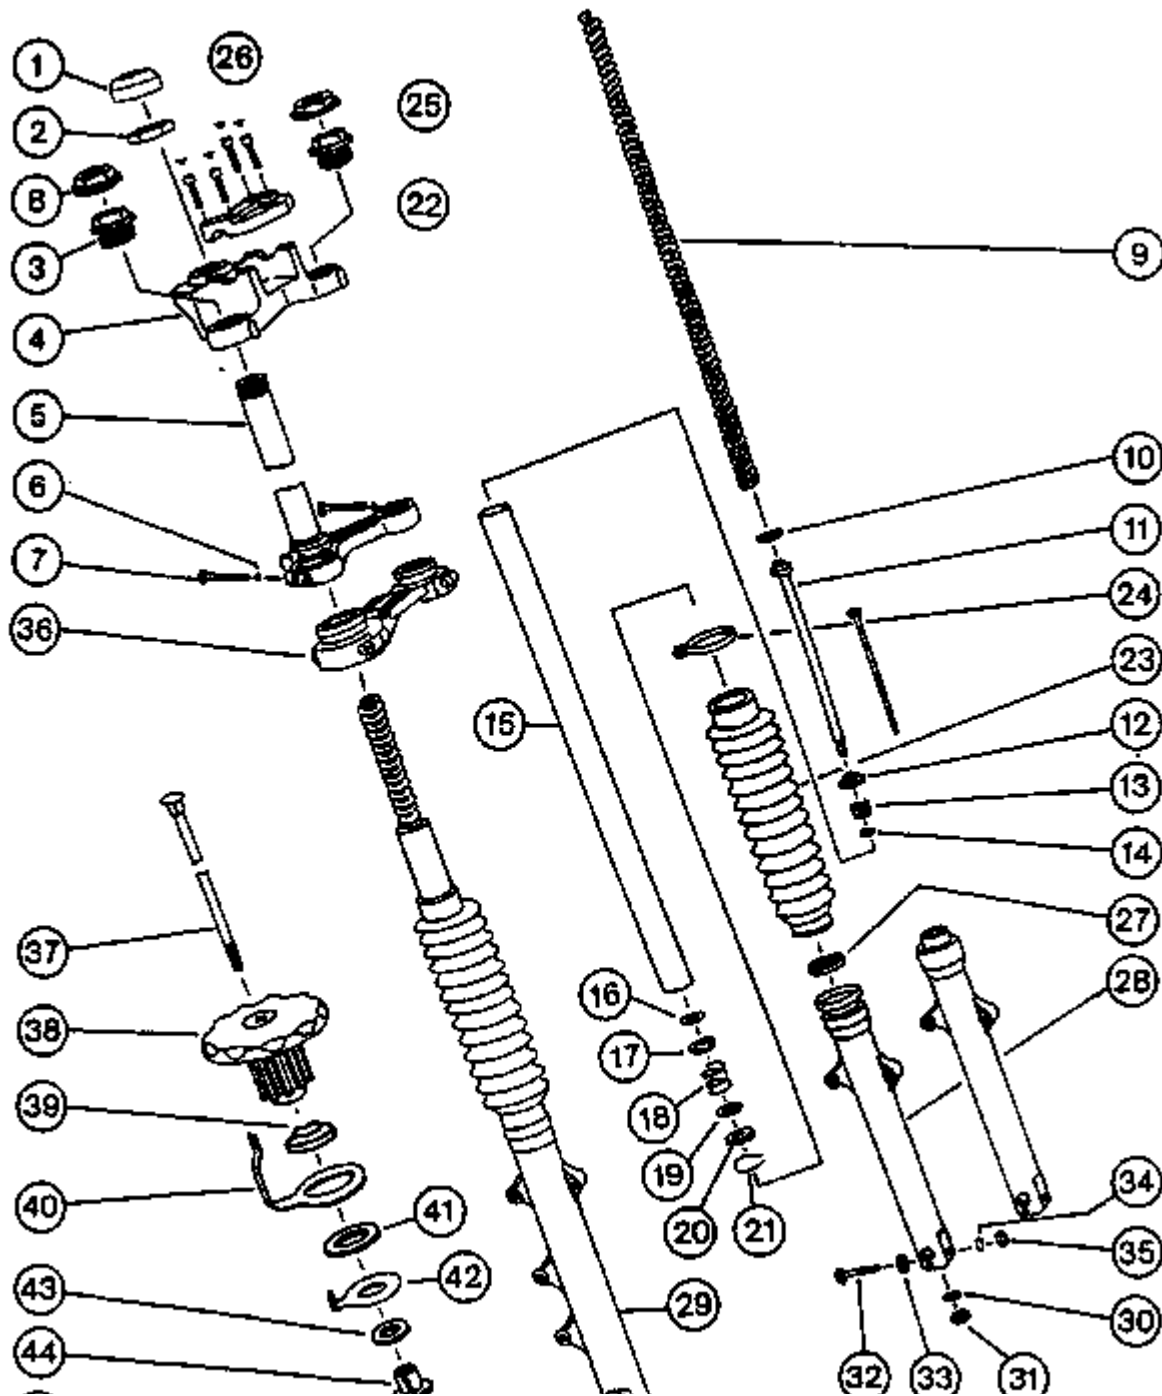

Abbildung 6
- Verschlußschrauben (3) der Gabelholme einkleben (Kleber Loctite, oder nach Aushärten elastisch bleibender Kleber)
- Anzugsmomente der Schraubverbindungen in Montager Reihenfolge (Abbildung 6):
- 1) Mutter für Steuerrohr (2) (105...125) Nm
- 2) Verschlußschrauben (3) (120...150) Nm
- 3) Klemmschrauben unterer Klemmkopf (7) (15... 18) Nm
- 5) Klemmschraube für Steckachse (32) 20 Nm
Demontage (Abbildung 6):